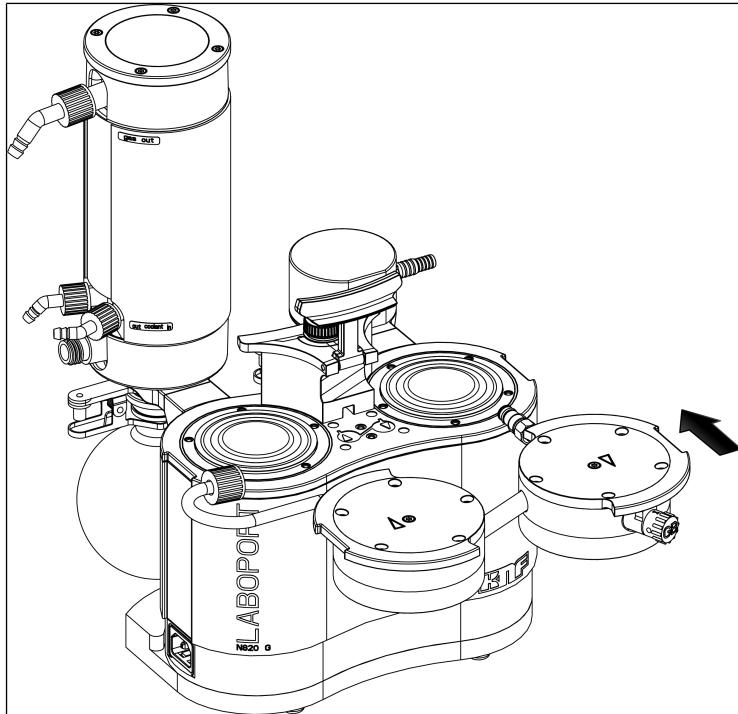

Abb.16: Pumpenkopf montieren
7. Setzen Sie die beiden Pumpenköpfe (bestehend aus Kopfdeckel (**3**), Zwischenplatte (**6**) mit Ventilplatten/Dichtungen (**4**) und Druckplatte (**2**)) zusammen mit dem Verschaltungsrohr entsprechend dem Bleistiftstrich auf das Pumpengehäuse (siehe Abb. 16).